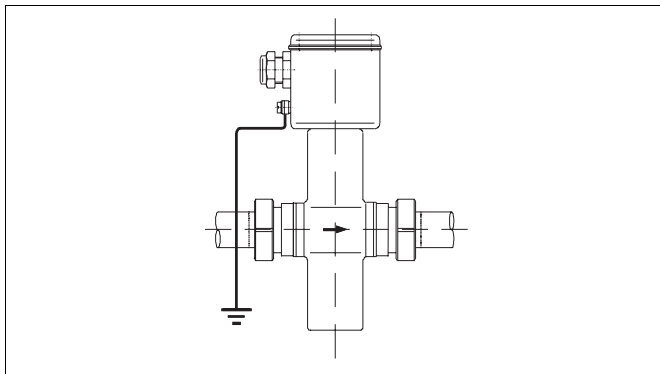
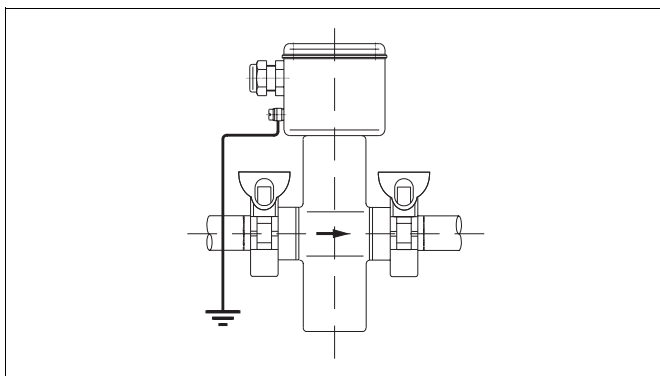

Abb. 32 Aufnehmer DN 3 bis 100, Asept. Rohrverschraubung
Abb. 33 Aufnehmer DN 3 bis 65, Tri-Clamp Anschluss
- Beim Aufnehmer Modell DS21_ befinden sich die Erdungsschrauben am unteren Teil des Anschlusskastens. Bei Geräteausführungen mit aseptischer Rohrverschraubung, Tri-Clamp und Schlauchanschluss ist das Messrohr mit dem Messstoff bereits elektrisch leitend verbunden. Es ist lediglich die Schutz Erde am Erdungsanschluss des Aufnehmers anzuschließen, siehe Abb. 32 und Abb. 33 .